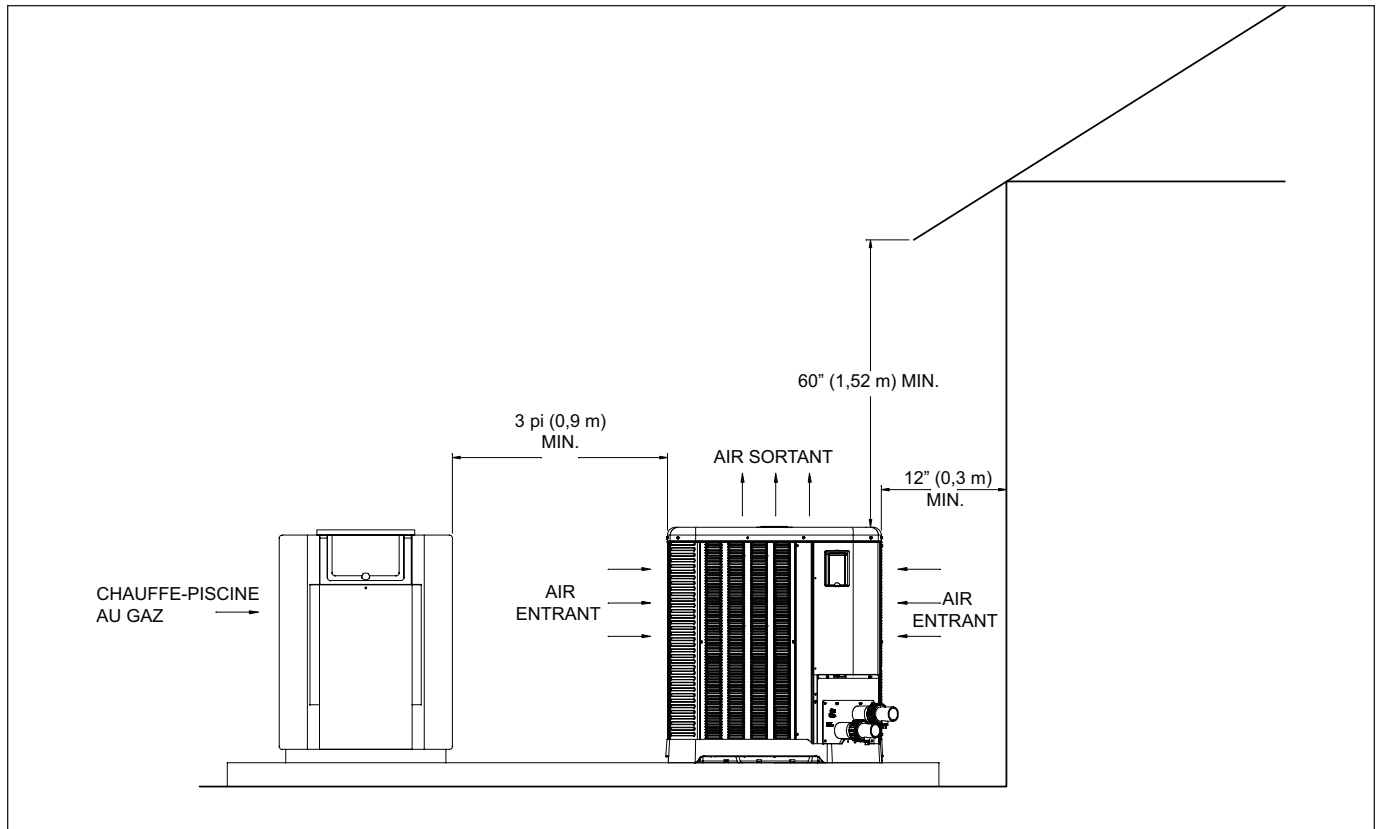

Figure 2. Dégagements d'installation
- Afin de maximiser le silence de fonctionnement, cet appareil produit une décharge d'air ascendante: L'air est tiré vers le haut à travers l'évaporateur puis est évacué par la grille supérieure. À cette fin, prévoyez un dégagement d'au moins 5 pi (1,5 m) au-dessus de l'appareil, afin de ne pas restreindre l'évacuation d'air. N'installez JAMAIS la thermopompe sous un porche ou une terrasse. Voir Figure 2. Une éventuelle recirculation de l'air frais évacué par la thermopompe réduira grandement son efficacité de chauffage. Afin de minimiser la longueur des conduites d'eau, positionnez l'appareil aussi près que possible de la pompe et du filtre de la piscine.